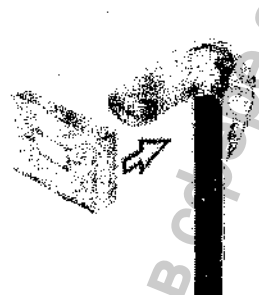

Рис. 3
- 3 - Вставьте мягкий прикусной вкладыш в прикусную вилку, как показано на рисунке (рис. 3)